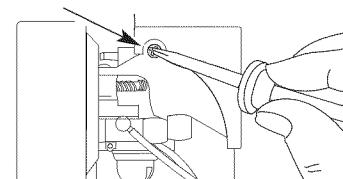

Fig. 23
5. Apriete el filtro para esparcir y retirar el exceso de aceite (Fig. 23).